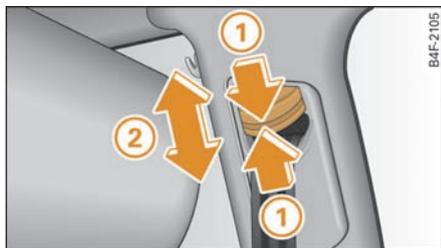

图 198 前座椅安全带高度调整机构 - 导向机构
- 向上移动导向机构 =>图 198 ②，或
- 按压按钮 ① 并向下移动导向机构 ②。